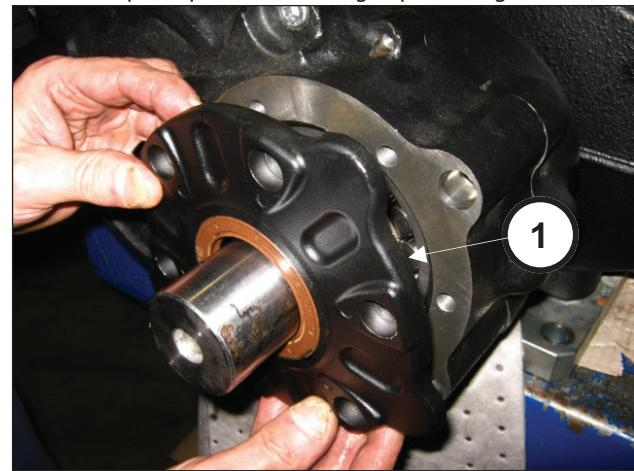

Fig. 93
Insira a tampa do pinhão no seu lugar (pos. ①, Fig. 93).